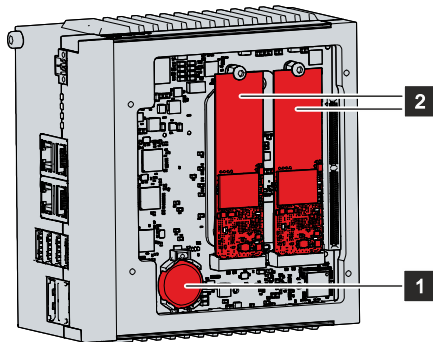

Abb. 20: Batterie und Speichermedien
⇒ Die Batterie steht jetzt in einer schrägen Position (siehe Abb. 20).
5. Drücken Sie die hochstehende Seite der Batterie nach unten in den Batteriehalter (siehe Abb. 20).